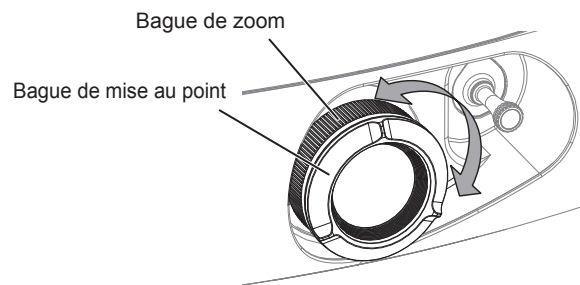

Fig. 2
- 5) Réglez le zoom et la mise au point. (Fig. 2)